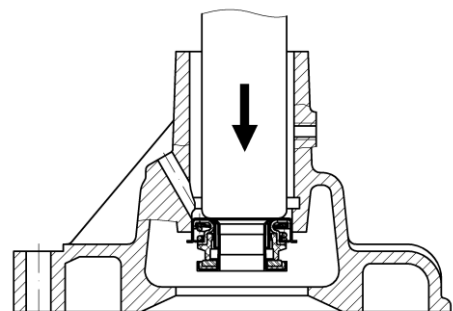

Рис.63. Выпрессовка уплотнения
- выпрессовать уплотнение из корпуса (рис.63).